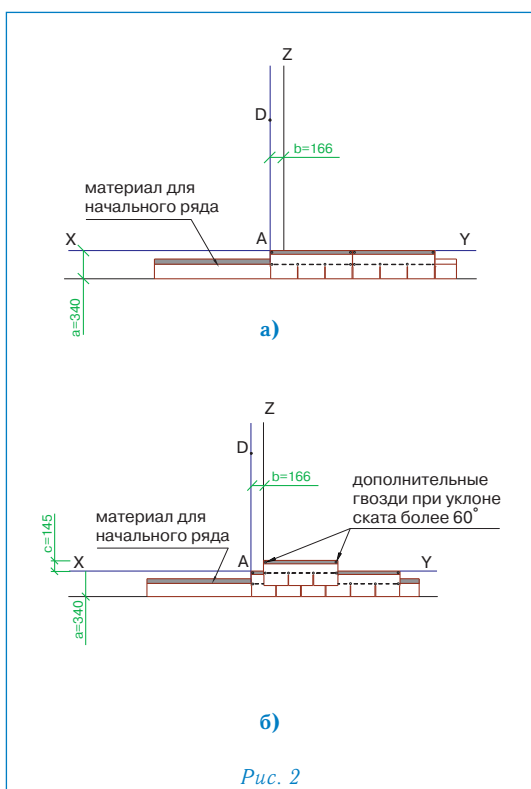

Рис. 2
## Укладка материала (рис. 2)
- По линии карниза укладывается специальный самоклеющийся рулонный материал для начального ряда, при этом предварительно снимается защитная пленка с его изнаночной стороны (рис. 2а);
- укладка черепицы начинается от линии AD, при этом ее верхний край выравнивается по линии XY (рис. 2б);
- следующий ряд укладывается от линии Z (со смещением 16,6 см от AD) (рис. 2б);